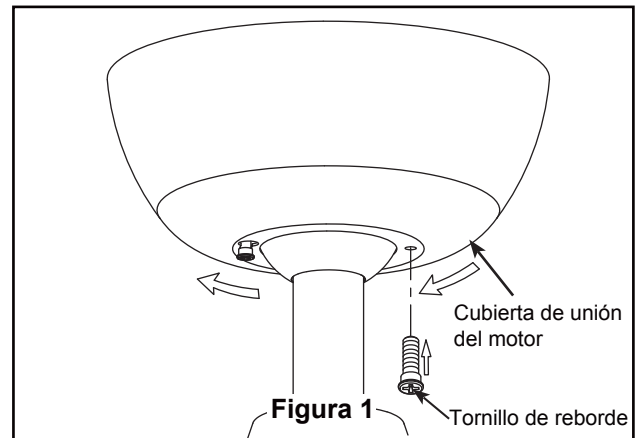

Figura 1
1. Instale la cubierta rotando la ranura clave en la cubierta sobre el tornillo de hombro del soporte del gancho, teniendo cuidado de no pillar los cables. Instale adecuadamente y fije el segundo tornillo de hombro que fue anteriormente guardado y fije el tornillo de hombro. (Figura 1)